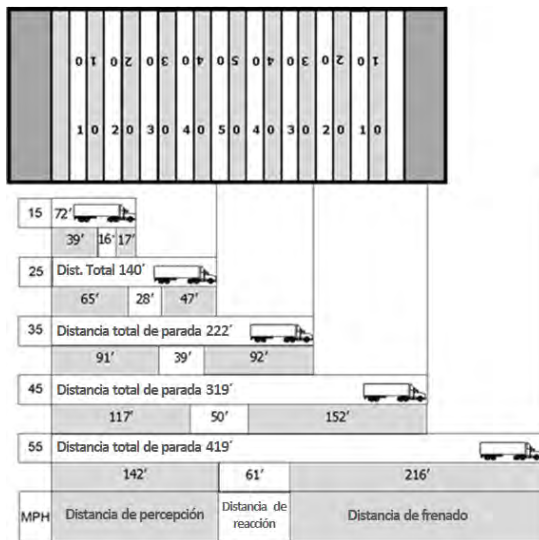

Figura 2.11
**Distancia total de parada.** Es la distancia mínima total que su vehículo recorrerá, en condiciones ideales; considerando todo, incluso la distancia de percepción, la distancia de reacción y la distancia de frenado, hasta que logra detener su vehículo completamente. A 55 mph (89 km/h), su vehículo recorrerá un mínimo de 419 pies (127 m). Ver la figura 2.11.